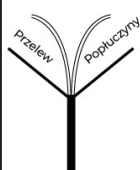

Rys.1
7. Określić, czy konieczna będzie dodatkowa instalacja hydrauliczna, jeśli źródłem wody jest wodociąg lub jeśli wymagane jest obejście wody używanej do geotermalnej pompy ciepła, zraszania trawników, budynków zewnętrznych lub innych zastosowań (patrz rys.1).